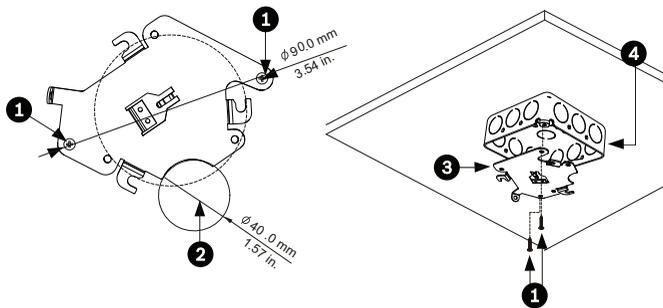

Bild 4.3 Befestigen der Montageplatte
- Befestigen Sie die Montageplatte mit den entsprechenden Befestigungsteilen (nicht im Lieferumfang enthalten) an der Anschlussdose (siehe *Bild 4.3*).
1. Verlegen Sie die Kabel an der Seite der Montageplatte mit der sichelförmigen Aussparung (Referenznr. 2 in *Bild 4.3*).